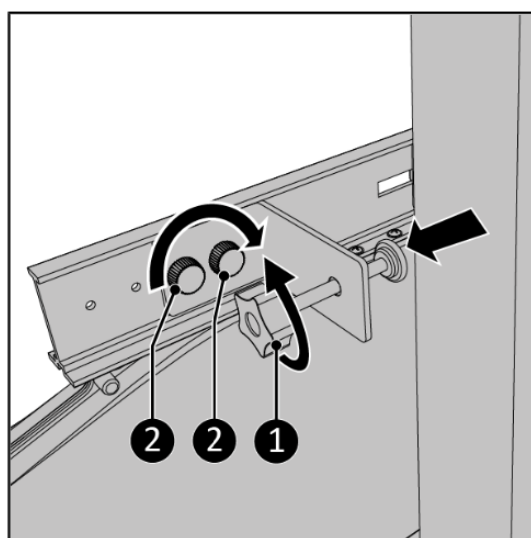

Figura 29.
12. Slăbiți șurubul de prindere de la clemă (13) (Figura 29, elementul 1).
13. Așezați suportul terminalului (13) cât mai aproape de tocul ferestrei. Asigurați-vă că găurile pentru șuruburile sunt aliniate corect.
14. Înșurubați suportul terminal pe șina principală folosind două șuruburi cu degetul mare (Figura 29, articolul 2).